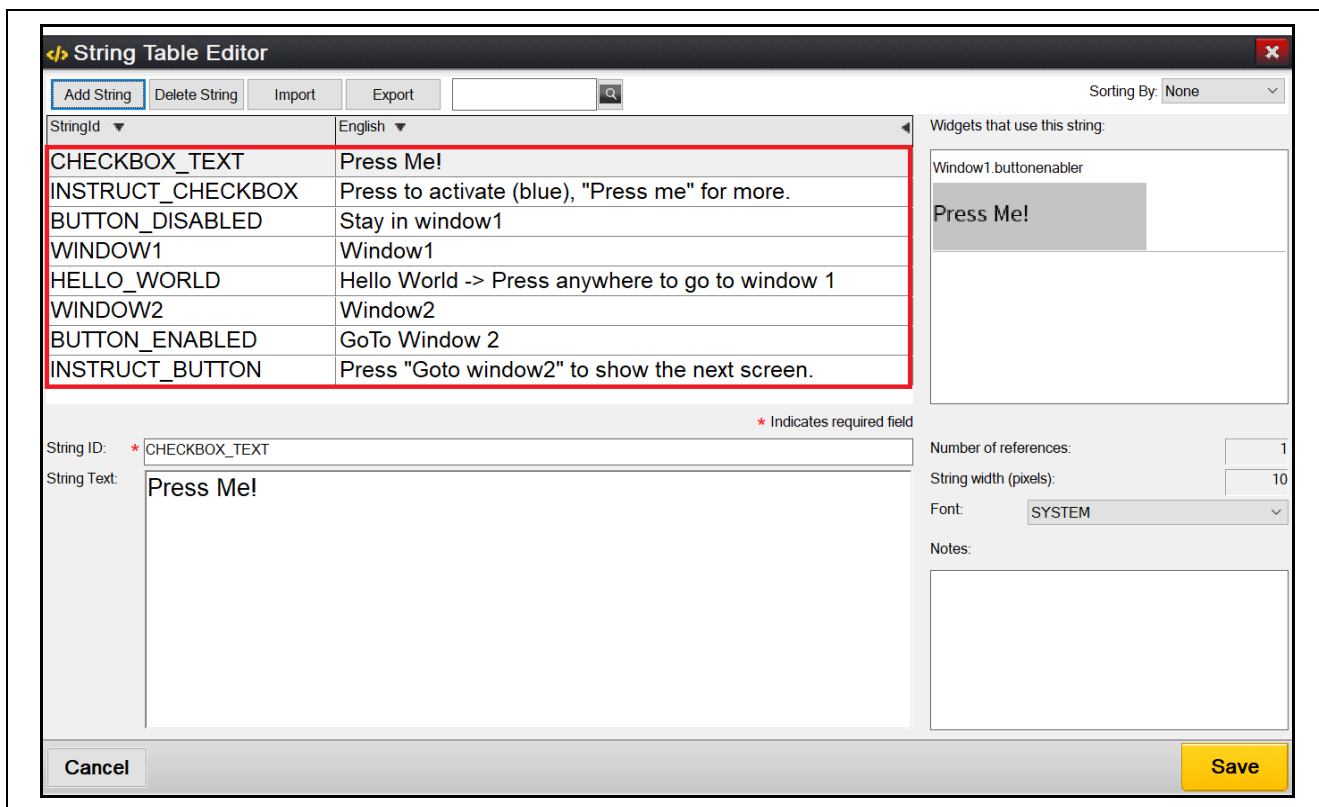

図 47. String ID と String Text
10. 続けて **Add String** をクリックし、表が図 47 のように表示されるまで **String ID** と **String Text** を編集します。次に、**Save** ボタンをクリックします。